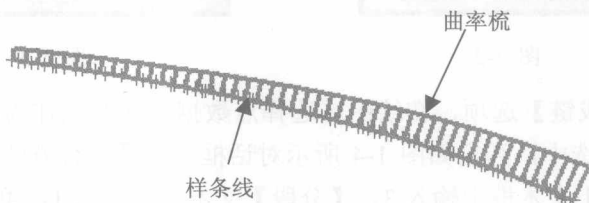

图 1-5
(4) 生成的样条线不仅要满足过点的要求, 还要满足光顺性要求, 所以还需要对生成的样条线的光顺性进行分析。选择【分析】|【曲线】|【曲率梳】命令, 或单击【形状分析】工具条中的【曲率梳】图标, 选择生成的样条线, 即会显示该样条线的曲率梳(如图 1-5 所示), 通过曲率梳可以知道该样条线的光顺性。再次单击【曲率梳】图标即可关闭曲率梳。(通过曲率梳判别样条线的光顺性请参考后面的内容)
(1) 选择生成的样条线，单击【形状分析】工具条中的【曲率梳】图标，即可显示样条线的曲率梳，参见图 1-5 所示，曲率梳在调整时会动态变化，在调整时通过曲率梳知道样条线的光顺性变化情况。